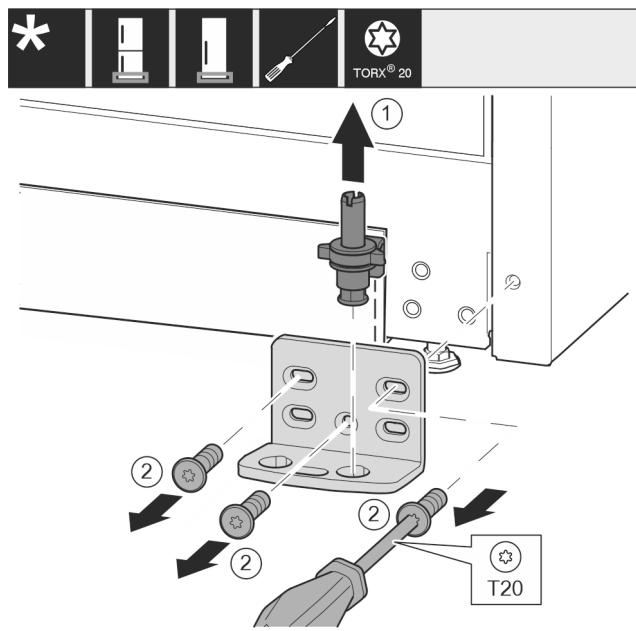

Fig. 15
- Izvucite podložak ležaja kompletno prema gore. Fig. 15 (1)
- Odvijačem T20 odvijte vijke i skinite podložak ležaja. Fig. 15 (2)